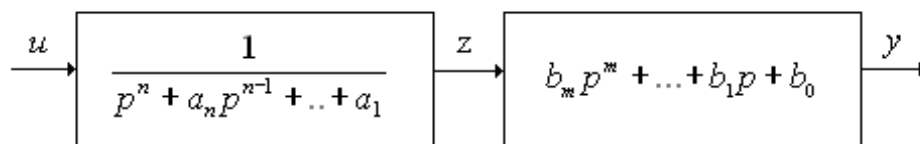

Рисунок 2.2. Структурное представление системы, соответствующее уравнению (2.5).
1. Представить структурную схему в виде двух последовательных звеньев, соответствующих уравнению (2.5), обозначив переход через z (рисунок 2.2);